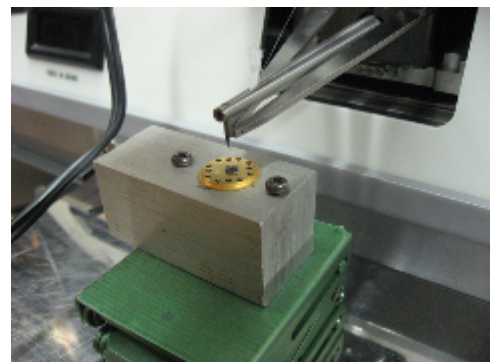

図3. 試料を台にセットした様子
- ii. 適当な台などを用意し、試料をセットする(図3)。